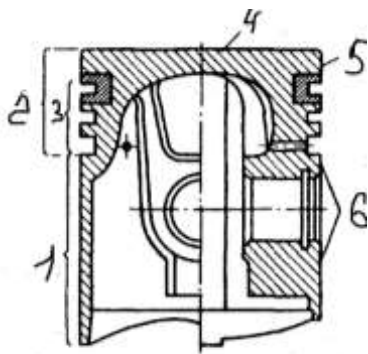

Рис. 1
15. Номера позиций и название элемента поршня (рис. 1)